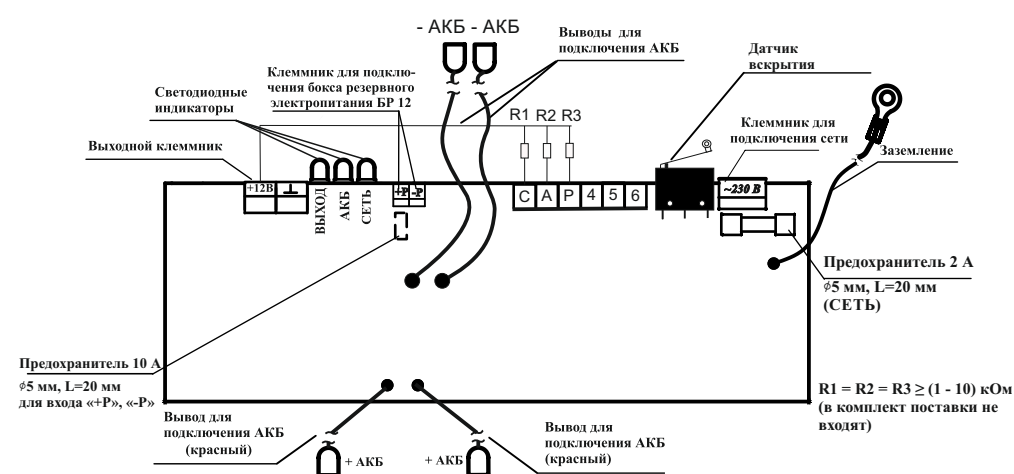

Рисунок 1
При закрытии крышки источника питания срабатывает концевой выключатель, который производит изменение состояния на клеммах «4», «5» и «6» (рисунок 1). При нажатии рычага концевой выключателя контакты «4» и «5» замкнуты, а «4» и «6» разомкнуты. При открытой крышке контакты «4» и «5» разомкнуты, а «4» и «6» замкнуты.
6.4 Подключение источника (см. рисунок 1) производить в следующей последовательности: